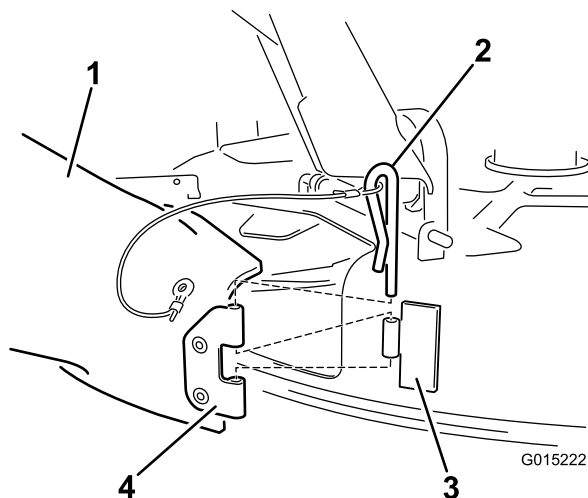

Figure 22
4. Trouvez l'éjecteur dans les pièces détachées. Alignez les trous dans la charnière de l'éjecteur sur ceux de la charnière du plateau de coupe (Figure 22). Fixez l'éjecteur au plateau de coupe avec la goupille fendue au bout du cordon attaché à l'éjecteur.